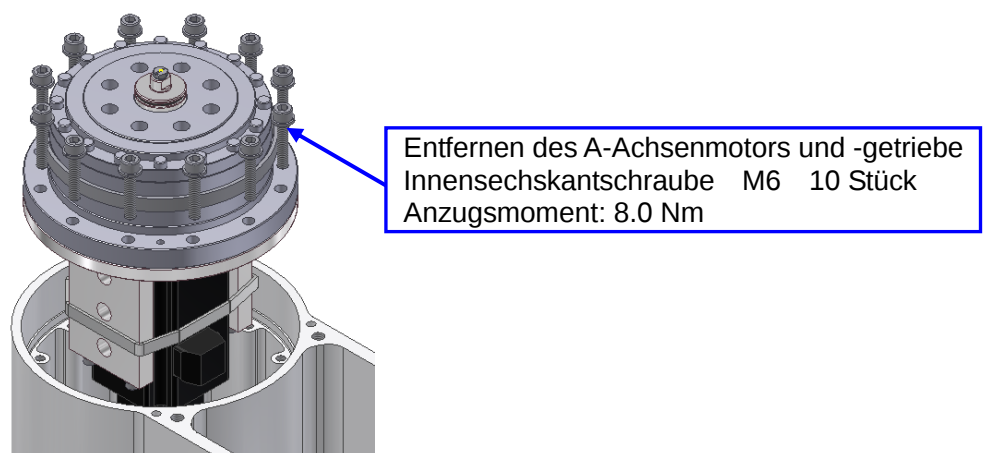

Bild 5-4 Entfernen des A-Achsenmotors und -getriebe
- (7) Entfernen des A-Achsenmotors und -getriebe (Siehe Bild 5-4)